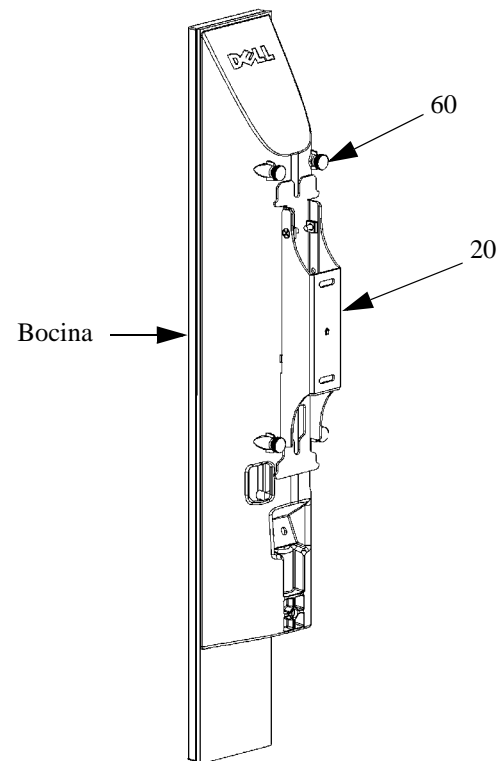

Figura 15. Afloje los cuatro tornillos manuales
1. Mientras sostiene la bocina con una mano, afloje los cuatro tornillos manuales (60) que sujetan la bocina al soporte de pared (20). Véase la figura 15.